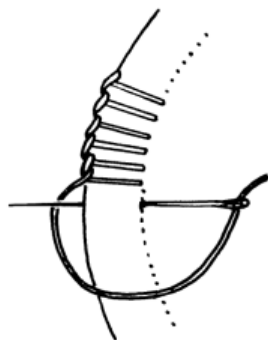

Рис. 12
1. Держите изделие натянутым на указательном пальце левой руки, разместив линию (или край) перпендикулярно к себе (рис. 12).